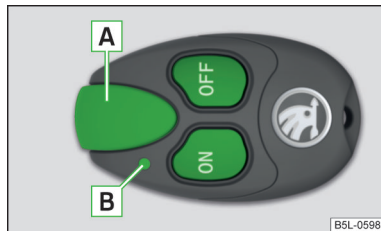

Abb. 142
**Funktion und Beschreibung der Funk-Fernbedienung » Abb. 142**
Zum Ein- bzw. Ausschalten der Zusatzheizung (Standheizung und -lüftung) die Funk-Fernbedienung senkrecht, mit der Antenne **A** » Abb. 142 nach oben, halten. Die Antenne darf dabei nicht mit den Fingern oder der Handfläche überdeckt werden.
Anzeige Kontrollleuchte B » <a href="#">Abb. 142</a>	Bedeutung